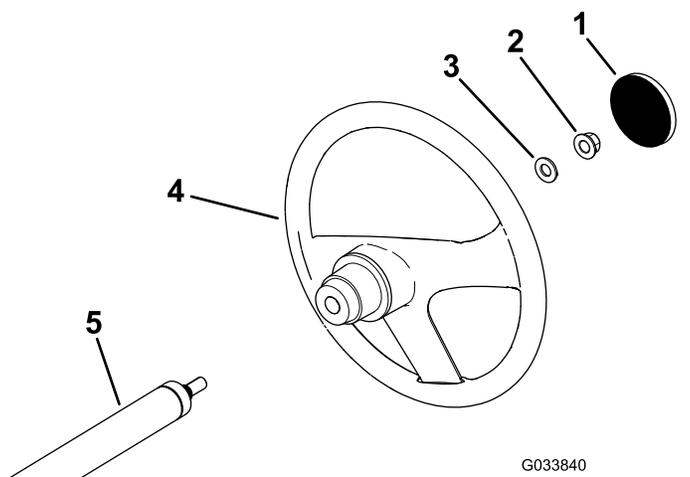

Рисунок 3
1. Если установлена крышка, снимите ее со ступицы рулевого колеса (Рисунок 3).
2. Выверните контргайку (½ дюйма) с рулевого вала (Рисунок 3).
3. Наденьте рулевое колесо и шайбу (½ дюйма) на рулевой вал (Рисунок 3).
5. Установите крышку на рулевое колесо (Рисунок 3).